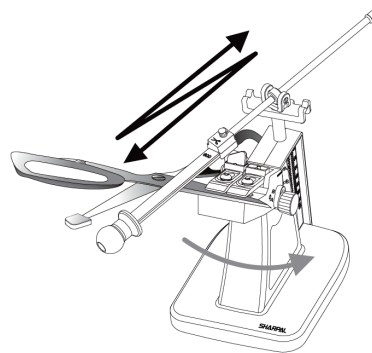

Fig. 10
2. Aplique una ligera presión con movimientos largos y suaves, comenzando desde el talón de la hoja. Deslice la placa abrasiva de un lado a otro a lo largo del filo de corte hacia la punta. Deténgase en la punta de la hoja (Ver Fig. 10).